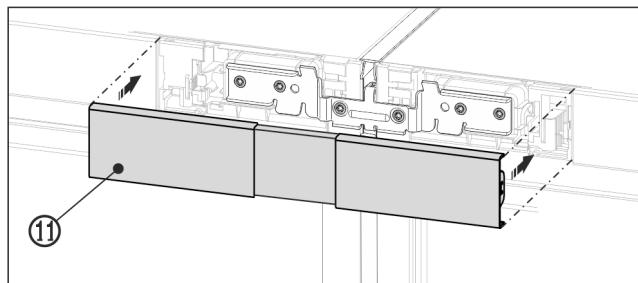

Fig. 23 Примерное отображение
- ▶ Зашелкните верхнюю крышку Fig. 23 (11) на еще открытом промежутке обеих заглушек участков обслуживания. Следите за тем, чтобы наружные стороны крышки заканчивались вровень с заглушками участков обслуживания.